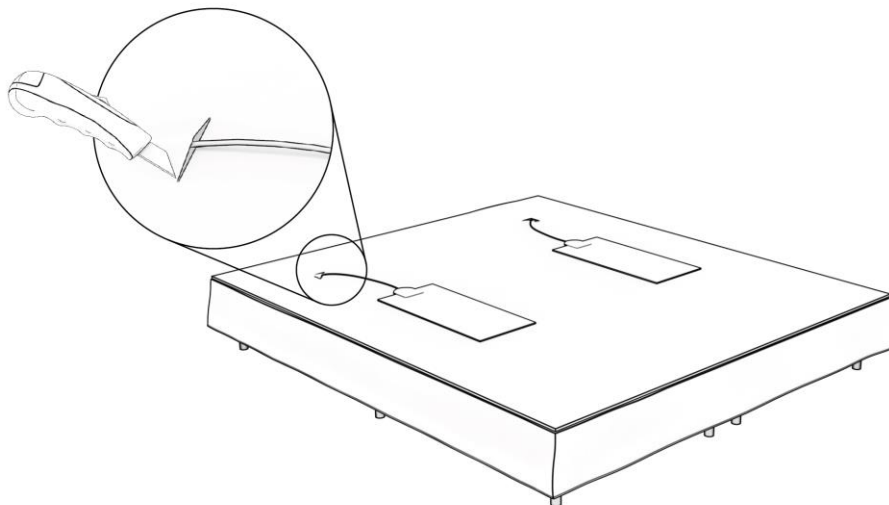

Abbildung 5: Installieren der Isoliermatte, Positionieren der Heizelemente und Schneiden der Schlitz in die Isoliermatte.
Schritt 5. Dieser Schritt ist nur dann erforderlich, wenn Sie eine zusätzliche Isoliermatte gekauft haben. Wenn Sie diese nicht haben, fahren Sie bitte direkt mit Schritt 6 fort. Falls Sie eine Isoliermatte haben, müssen Sie die 1 cm dicke Schaumstoff-Isoliermatte auf Boden des Bezuges legen, wie in Abbildung 5 dargestellt. Legen Sie die Heizelemente nicht, wie im vorherigen Schritt gezeigt, auf den Boden des Bezuges, sondern legen Sie die Heizelemente auf die Isoliermatte, wie in Abbildung 5 dargestellt. Schneiden Sie Schlitz in die Isoliermatte in Höhe der Schlitz im Boden des Bezuges und führen Sie die Heizelementkabel durch diese Schlitz in der Isoliermatte, im Bezug und durch die Löcher in den Bodenplatten.